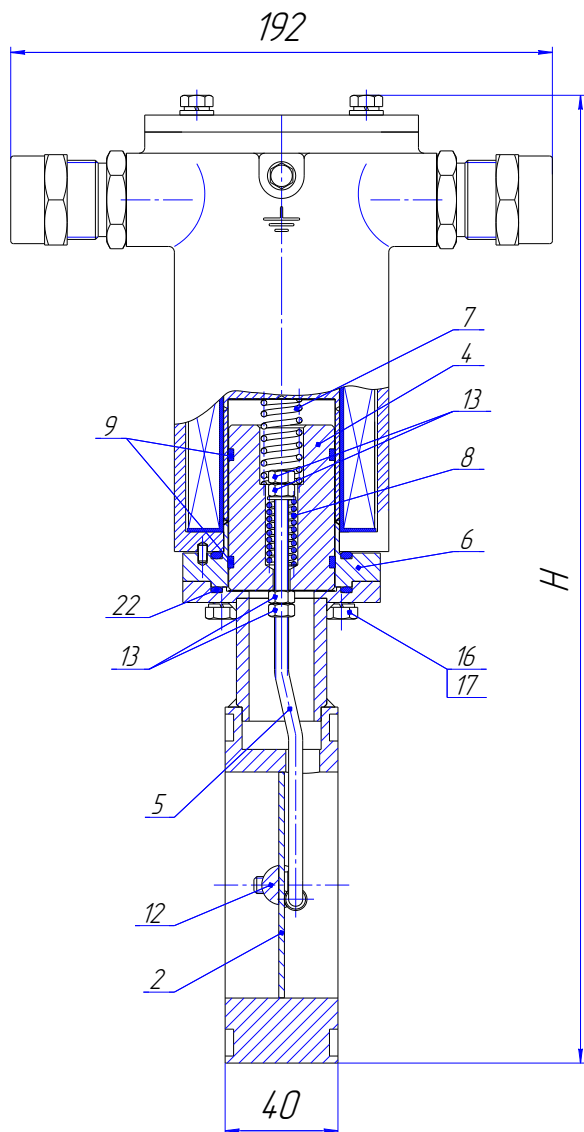
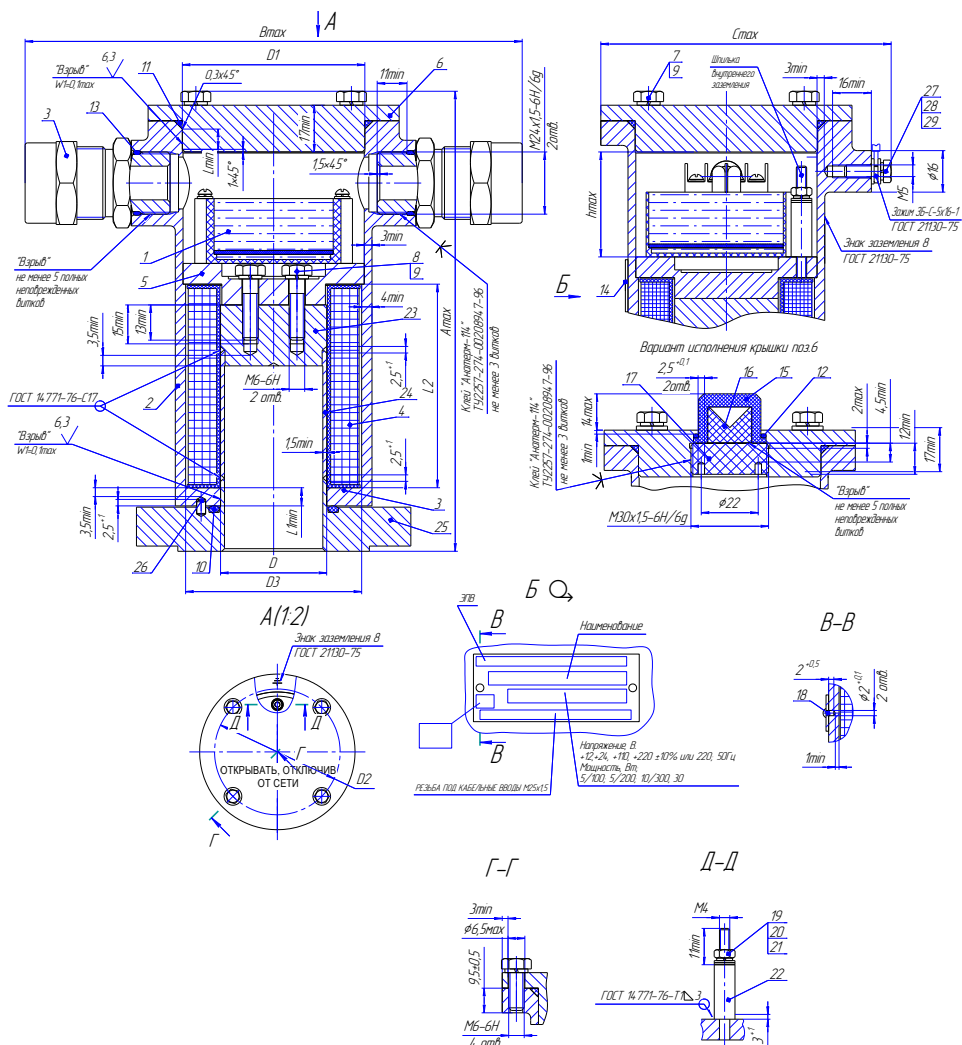

Рис. 1 (продолжение). Клапан. Общий вид.
Рисунок 3. Привод. Чертеж средств взрывозащиты
- от проникновения влаги в полость электромагнитного привода – применением кольцевых резиновых колец 10, 11 (рис.3);
Электромагнитный привод (ЭПВ) представляет собой электромагнит постоянного тока со схемой управления режимом работы и состоит (см. рис.3) из корпуса 2 с двумя кабельными вводами и крышкой 6, катушки 4, прижимного фланца 5 и электронного блока управления 1 (модуль СФУ).
Обозначения на рис. 1: 1—корпус(Сталь 09Г2С ГОСТ 19281-89), 2-поворотная заслонка (Сталь 12Х18Н10Т ГОСТ 5632-72), 3-электромагнитный привод (см.рис.3), 4-сердечник (Сталь 14Х17Н2 ГОСТ 5632-72), 5-тяги(сталь 12Х18Н10Т ГОСТ 5632-72), 6-трубка разделительная(Сталь 12Х18Н10Т ГОСТ 5632-72/14Х17Н2 ГОСТ 5632-72), 7,8,20-пружина (Проволока ВО-2 ТУ3-1002-77), 9-кольцо (фторопласт Ф4К20 ТУ 6-05-1413-76), 10-крышка (Браж 9-4 ГОСТ18175-78), 11-ручка (Сталь 12Х18Н10Т ГОСТ 5632-72), 12-ось (Браж 9-4 ГОСТ18175-78), 13-гайкаА2 DIN934, 14-Винт А.М4-6gx25.58.019 ГОСТ 17473-80, 15, 16-Болт А2 DIN933, 17, 18, 19-шайба гровер А4 DIN127,21, 22-кольца уплотнительные (резиновая смесь).
- заключения его электрических цепей во взрывонепроницаемые металлические оболочки по ГОСТ ИЕС 60079-1. Взрывоустойчивость оболочек проверяется при изготовлении испытаниями избыточным давлением 1,5 МПа. Сопряжения деталей, обеспечивающих взрывозащиту показаны на чертежах средств взрывозащиты (рисунок 3, 4). На поверхностях, обозначенных "Взрыв" не допускаются раковины, забоины, вмятины, ржавчина, чернота, наличие краски и другие дефекты.
7.2.2 Присоединить питающий кабель к приводу в последовательности (см. рис.3, 4, 5):